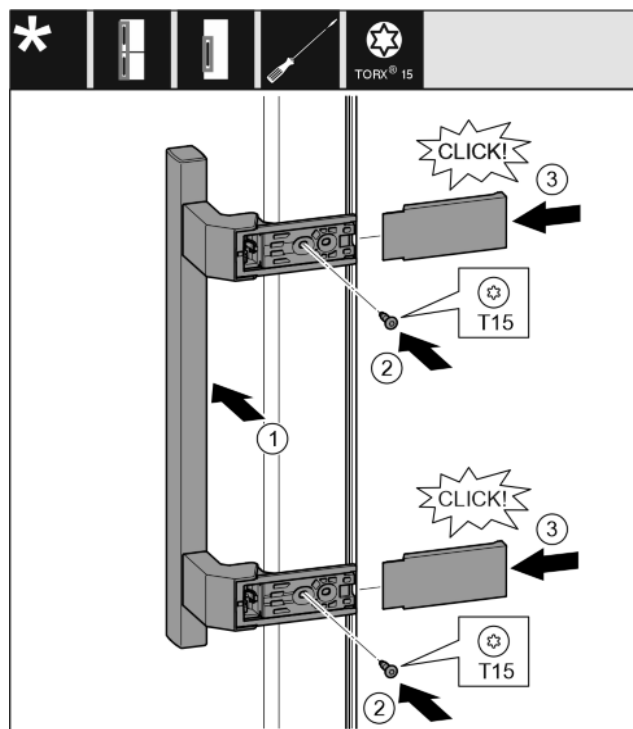

Fig. 31
- ▶ Nasad'te madlo na protilehlé straně. Fig. 31 (1)
- ▶ Šroubovákem T15 pevně utáhněte šrouby. Fig. 31 (2)
- ▶ Z boku nasad'te a nasuňte kryty. Fig. 31 (3)